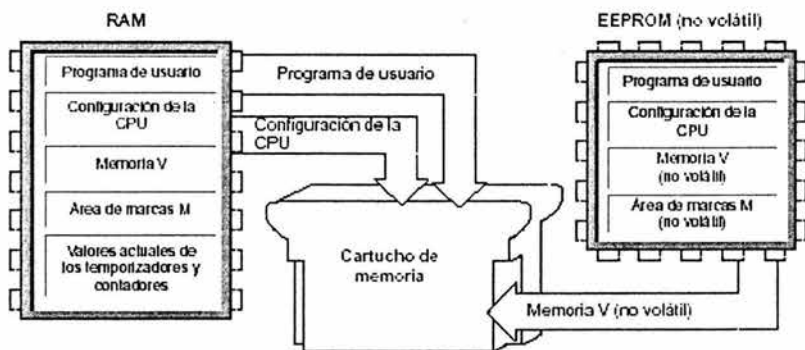

Figura 4-20 Copiar la memoria de la CPU en el cartucho de memoria
2. Elija el comando de menú **CPU ► Cartucho de memoria** para copiar el programa en el cartucho de memoria. La figura 4-20 muestra los componentes de la memoria de la CPU que se almacenan en dicho cartucho.